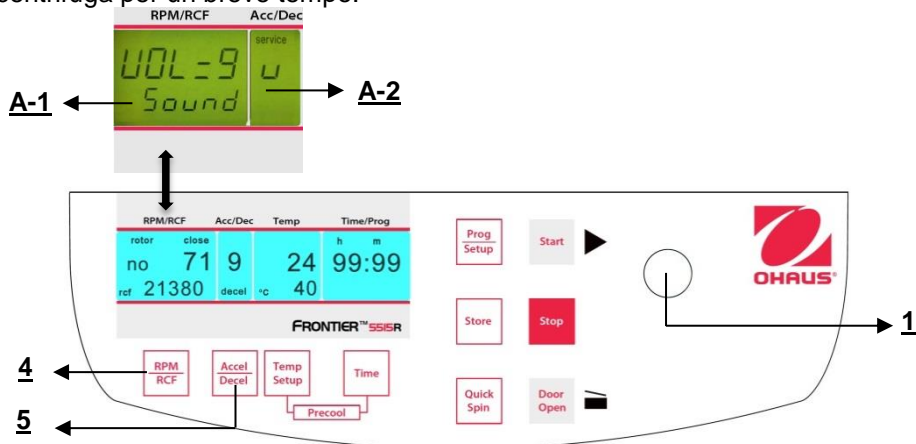

Figura 34
Procedere come descritto al punto 4.1.2 per inserire questa modalità programma e poi premere il tasto **"Accel/Decel"** (5). **Sul display "Acc/Dec" (A-2) lampeggia la parola "Service"**. Selezionare adesso la lettera **"U"** con la manopola di regolazione (1). Di conseguenza, sul display **"RPM | RCF"** (A-1), appaiono le parole **"Vol=0-9/Sound"**. Dopo aver premuto il tasto **"RPM | RCF"** (4), è possibile regolare il volume desiderato fra 0 (basso) e 9 (alto) con la manopola di regolazione (1) (Vedere figura 34). Dopo che si sono salvate le impostazioni (Vedere 4.1.2) ritornare nuovamente alla modalità normale disconnettendo la centrifuga per un breve tempo.